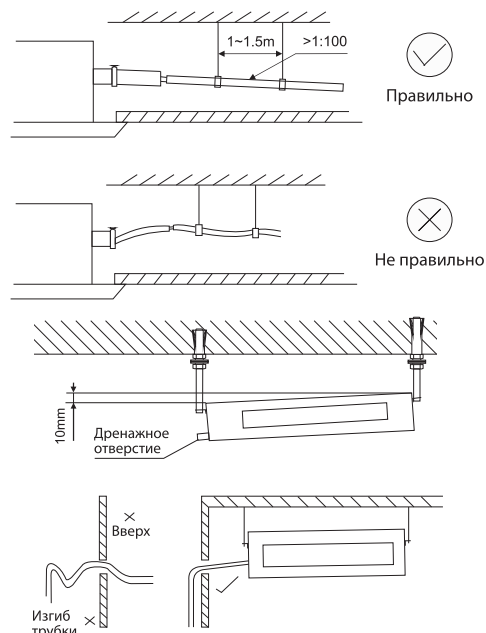

Рисунок 26 - Наклон дренажного трубопровода и внутреннего блока
- Дренажный трубопровод долж иметь уклон вниз не менее 1/100 (см. рис. 26).
- Для обеспечения беспрепятственного стекания воды внутренний блок необходимо установить с небольшим уклоном в сторону дренажного отверстия (см. рис. 26).
- Дренажный трубопровод не должен иметь перегибов, иначе возможно затопление внутреннего блока и утечка воды (см. рис. 26).